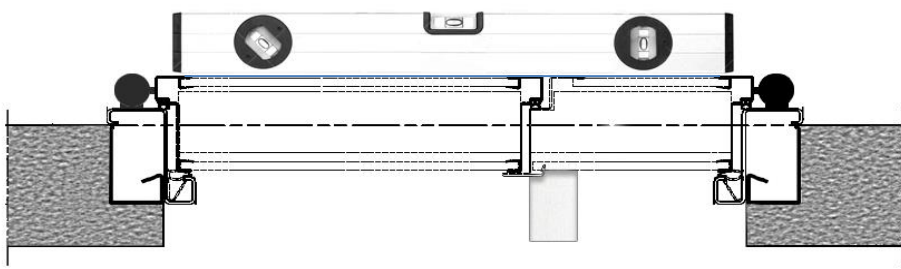

Fig. p2
- Chiudere anche l'anta principale ed allineare le 2 ante come in fig.p2. e con l'ausilio di 2 cunei in legno bloccare l'anta semi-fissa nella corretta posizione.
- - Close the main door leaf too, and align the two leafs as in fig p2; using two wooden wedges, block the semi-fixed leaf in position.
- - Fermer aussi le vantail principal et aligner les 2 vantaux comme l'indique la fig.P2; à l'aide de 2 cales en bois, bloquer le vantail secondaire dans cette position.